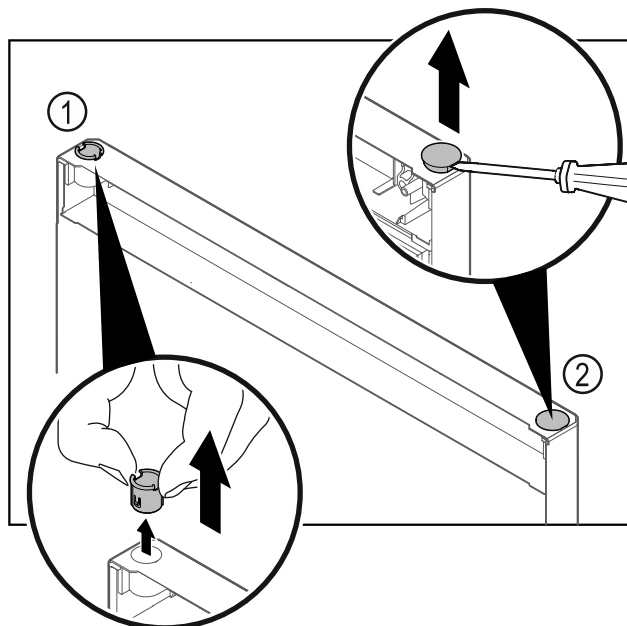

Fig. 29
- Izvucite čahuru šarke Fig. 29 (1) prstima.
- Odvijačem s ravnom glavom oprezno podignite čep Fig. 29 (2) i izvadite ga.